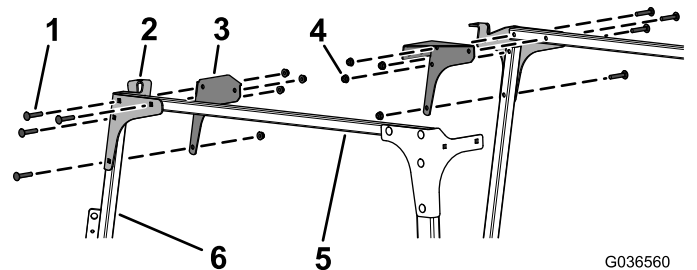

图9
8. 如图9所示, 用 8 个托架螺栓 (5/16 x 1 1/4 英寸) 和 8 个凸缘螺母 (5/16 英寸) 将左、右前安装板和角撑板松松地安装到交联管和左、右风挡支撑上。